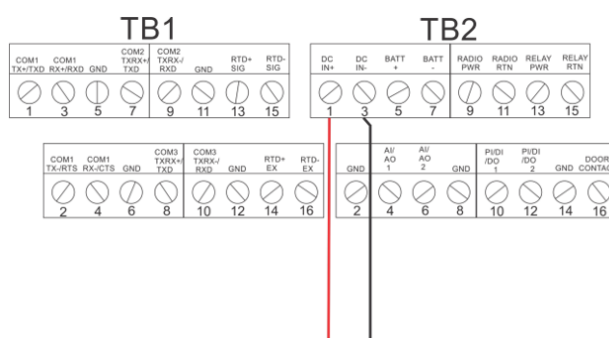

Figure 8. Câblage vers l'alimentation c.c.
- Insérez chaque extrémité de fil dénudé dans le connecteur correspondant et fixez le câble (reportez-vous aux *Figure 8*).